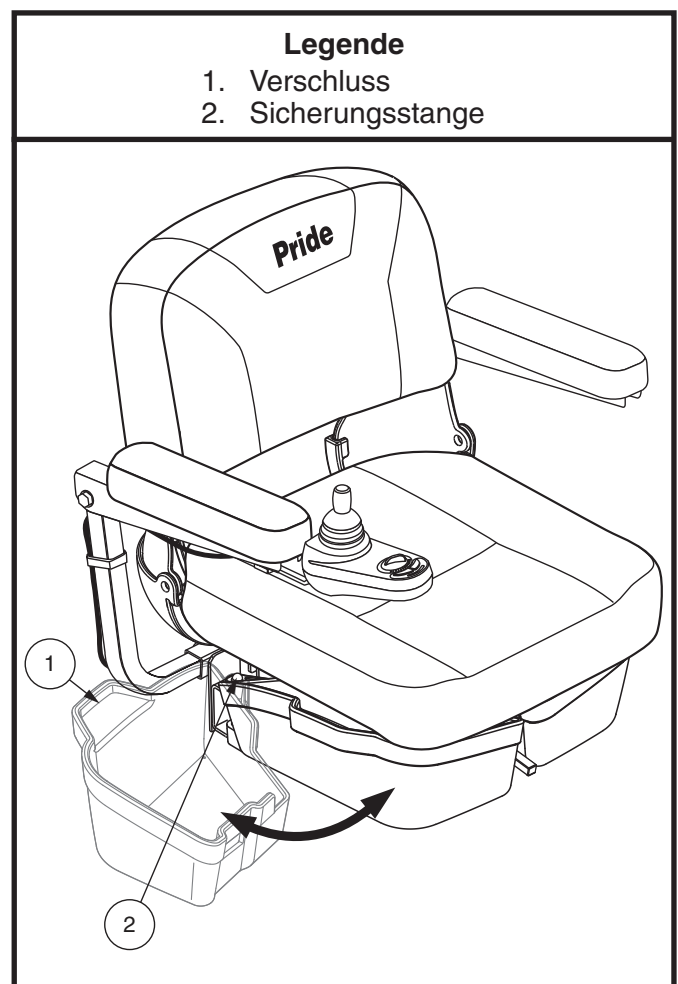

Abb. 12. Stauraum unter dem Sitz
1. Den Verschluss an der Seite des Untersitz-Staufachs (siehe Abb. 12) leicht nach oben heben und das Staufach aus dem Reiserollstuhl herauschwenken.
1. Den Verschluss an der Seite des Untersitz-Staufachs (siehe Abb. 12) leicht nach oben heben und das Staufach aus dem Reiserollstuhl herauschwenken, bis es vollständig geöffnet ist.